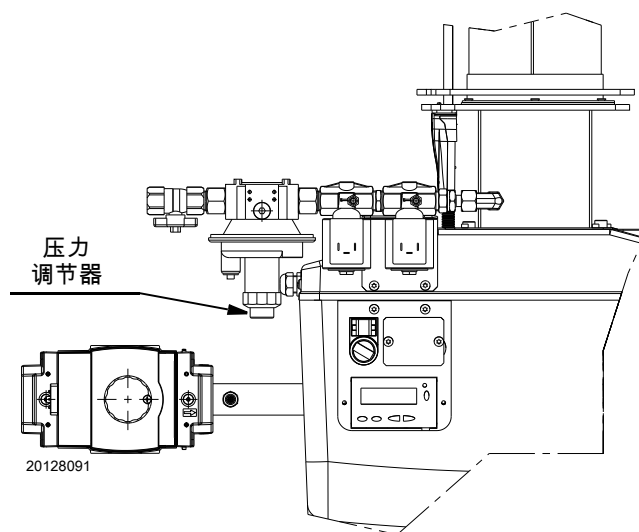

图 161
- 燃烧器可以继续进入点火阶段。如果安全时间结束时还未出现火焰，燃烧器会重启进入自动模式（最多进行 3 次重启）。如果阶段顺序在显示屏上不断闪烁，则提示设备仍处于启动过程中（手动运行）。如果未能点火，可能是因为燃气未在 3 秒的安全时间内达到点火枪。通过压力调节器（图 161）增大燃气压力。但如果安全时间结束时，燃烧器启动，但之后停机，则燃烧器锁定，显示屏出现 Loc:7 并闪烁（运行中火焰消失）。